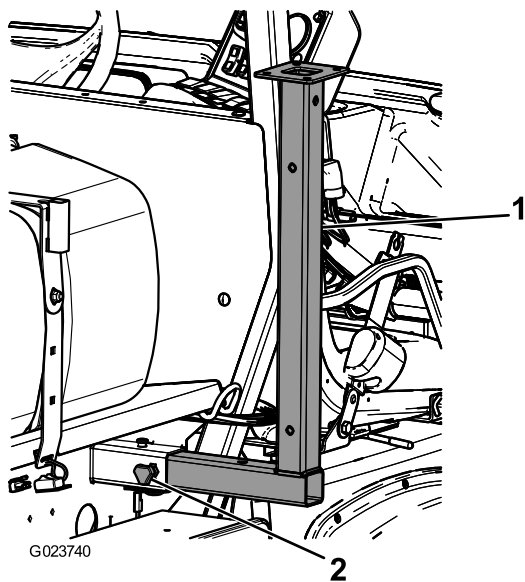

Figura 49
1. Insira os macacos frontais de cima para baixo na estrutura perto dos pontos de fixação frontais (Figura 49).